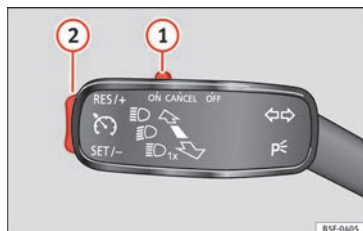

Bild 40 Spak för blinkers och helljus: Brytare och reglage för att använda farthållarsystemet
- Slå på farthållarsystemet: Flytta reglaget » **bild 40** ① till **ON**. Systemet är på. Om ingen hastighet har programmerats in kommer systemet inte att kontrollera det.
- Aktivera farthållarsystemet: Tryck på knappen » **bild 40** ② i **SET/-**-området. Den nuvarande hastigheten memoreras och regleras.
- Stänga av farthållarsystemet tillfälligt: För reglaget » **bild 40** ① till **CANCEL** eller tryck ner bromspedalen. Farthållarsystemet stängs av tillfälligt.
- Återaktivera farthållarsystemet: Tryck på knappen » **bild 40** ② **RES/+**. Den memoriserade hastigheten sparas och kontrolleras igen.
- Öka den sparade hastigheten under CCS-reglering: tryck på knappen ② i **RES/+**. Bilen accelererar tills den når den nya sparade hastigheten.
- Minska den sparade hastigheten under CCS-reglering: tryck på knappen ② i **SET/-** för att minska hastigheten med 1 km/h. Hastigheten reduceras tills den nya sparade hastigheten nås.
- Stänga av farthållaren: Flytta reglaget » **bild 40** ① till **OFF**. Systemet kopplas från och den memorerade hastigheten raderas.